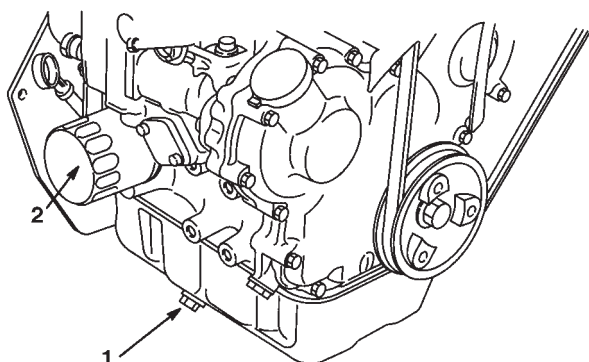

Bild 27
4. Stellen Sie ein Auffanggefäß unter die Verschlusschraube. Entfernen Sie die Verschlusschraube (Bild 27) und lassen das Öl vollständig ablaufen.